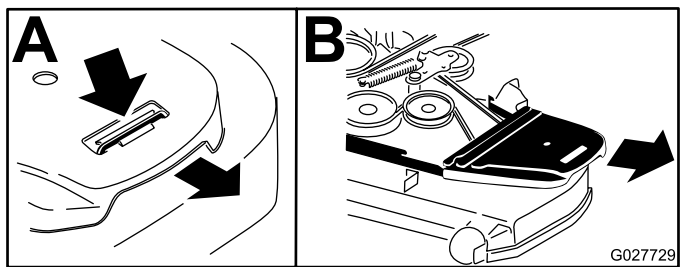

Figura 90
5. Retire a cobertura da correia de plástico (Figura 90).
4. Retire as coberturas da correia (Figura 90).